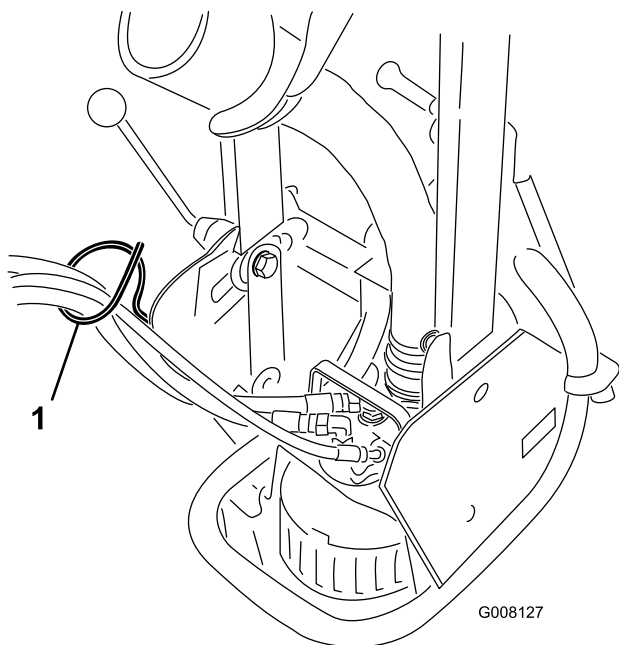

Figure 4
6. Bouchez les flexibles hydrauliques du circuit hydraulique à distance du Sand Pro. Placez les flexibles dans le dispositif de guidage (Figure 4). Veillez à ne pas plier ni tordre les flexibles hydrauliques.